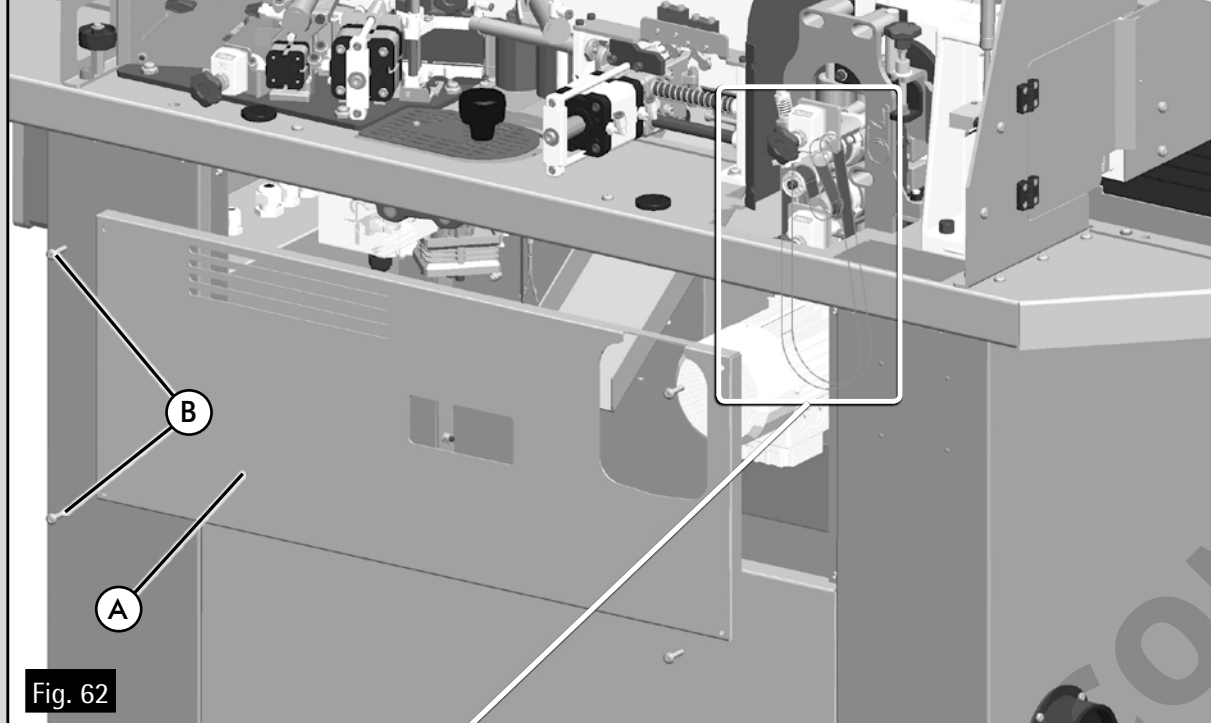
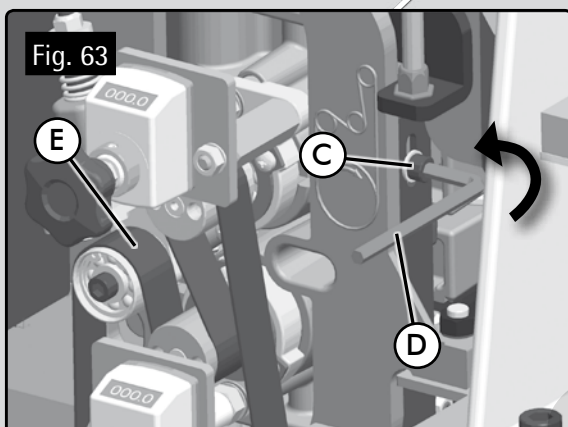

Fig. 62
Fig. 63
- Extraer la tapa trasera A (Fig. 62), quitando los tornillos B. Aflojar el tornillo C (Fig. 63) con ayuda de la llave D, para que la correa E (Fig. 63) quede sin tensión.
Comprobada esta medida, fijar de nuevo el tornillo C (Fig. 63).